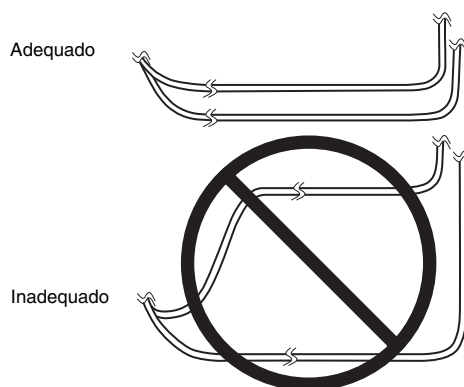

Figura 5. Encaminhamento de dois eléctrodos
- Quando estiverem implantados dois eléctrodos, encaminhe os conjuntos de eléctrodo e extensão, de modo a que a área entre eles seja mínima (Figura 5). Se os eléctrodos forem encaminhados em arco e o doente ficar exposto a algumas fontes de interferências electromagnéticas (por ex., detectores anti-roubo), o doente pode sentir um aumento momentâneo na estimulação, que alguns doentes descrevem como desconfortável (sensação de sobressalto ou choque).